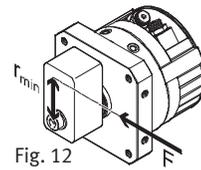

Fig. 12
- Se till att följande specifikationer följs (Fig. 12):